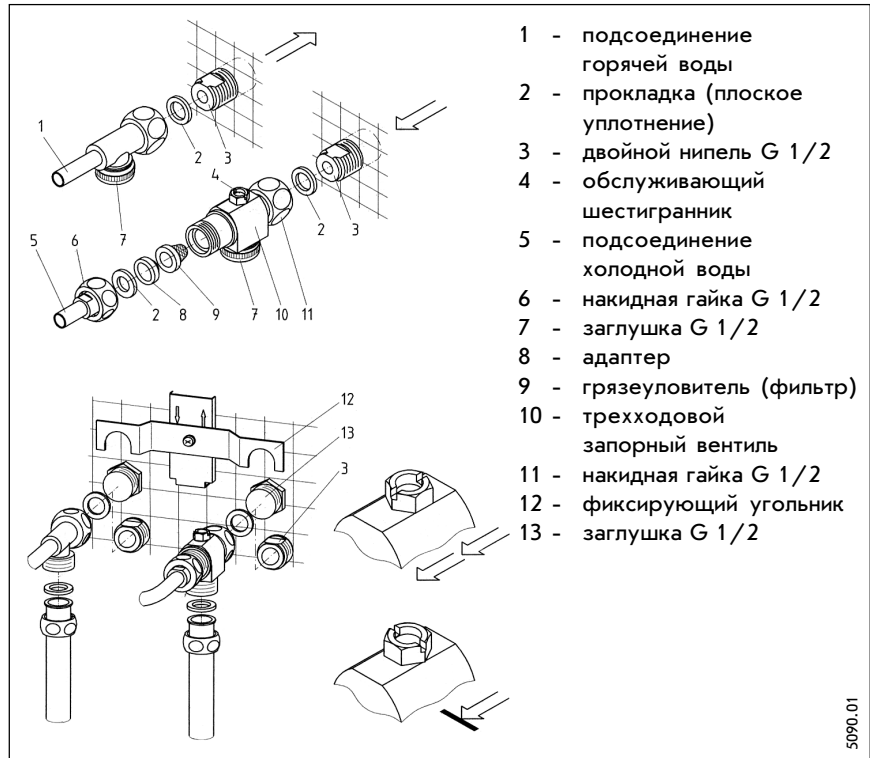

Рис. 4
- детали подсоединения труб снять и смонтировать согласно рис.4.
Подключение воды (рис.4)